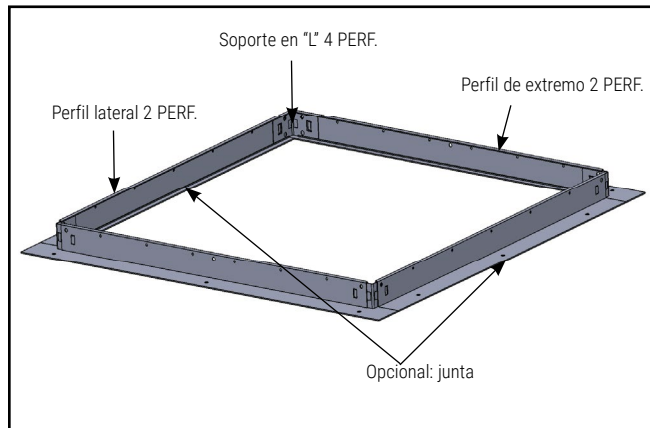

Figura 2.
2. En lugares limpios: coloque la junta blanca 66025 en el borde interior del marco, en contacto con el cuerpo del luminario, y en el borde exterior, en contacto con panel de cielo raso. (Figura 2)